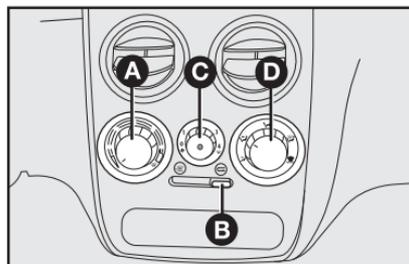

fig. 42
### COMANDOS - fig. 42
1) Seletor para a temperatura do ar **A-fig. 42** totalmente posicionado à esquerda.
2) Seletor do ventilador **C-fig. 42** posicionado na velocidade máxima.
3) Seletor de distribuição do ar **D-fig. 42** apontado para ↗; controlar para que todas as saídas de ar estejam totalmente abertas.
4) Ligar o ar-condicionado apertando o seletor a partir da posição **1 C-fig. 42** (a luz-espia no seletor irá acender).